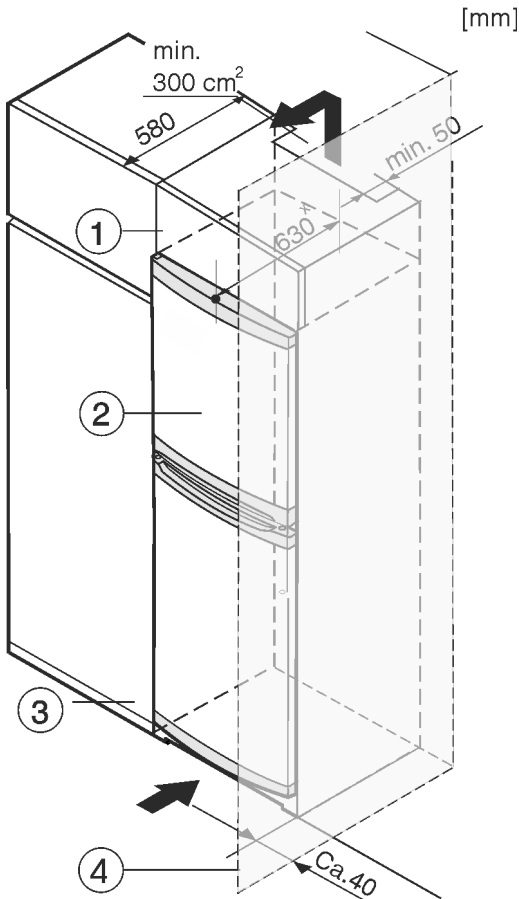

Fig. 8
- (1) Rátétszekrény (3) Konyhaszekrény
(2) Berendezés (4) Fal
A készüléket körbe lehet építeni konyhaszekrényekkel. Rá lehet szerelni Fig. 8 (2) egy rátétszekrényt, hogy a készüléket a konyhabútorok magasságához Fig. 8 (1) igazítsa.
Ha a készüléket konyhaszekrényekkel építi körül (max. 580 mm mélységben), akkor a készüléket közvetlenül a konyhaszekrény Fig. 8 (3) mellé is felállíthatja. A készülék oldalt 34 mm x mértékben áll előrébb a konyhaszekrény előlapjához képest, a készülék közepénél pedig 50 mm x mértékben.
Ha a készüléket a zsanérjaival a fal Fig. 8 (4) mellé állítja, akkor a készülék és a fal közötti távolság legalább 40 mm kell legyen. Ez a fogantyú túlnyúlásának felel meg, amikor kinyitja az ajtót.